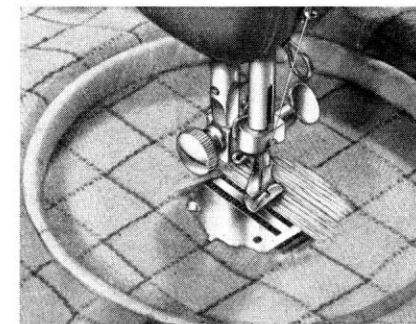

Fig. 36.
Maak de machine voor dit werk klaar door de persvoet van de persvoetstang (3) af te nemen en zet er de stopvoet (15103) voor in de plaats (fig. 36). Overtuig U er van, dat de lange arm van de stopvoet achter het cilindervormige lichaam van de naaldklem (5) komt.